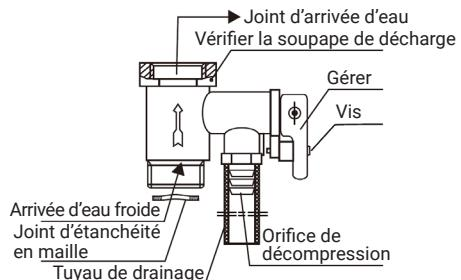

Figure 3
① La soupape de sécurité (originale de identification d'usine 0.8MPa) dans le les accessoires seront installés sur le joint de entrée d'eau (comme indiqué dans la figure 3), et la matière première. La ceinture doit être enroulée jusqu'à assurer l'étanchéité.
Le sens de la flèche doit être compatible avec le sens d'écoulement entrée d'eau du chauffe-eau électrique (comme indiqué sur la figure 3). le joint d'étanchéité du réseau sera installé à l'entrée de soupape de sécurité eau froide, et le tuyau de vidange sous pression.
- ② Le tuyau d'eau relié à l'électricité. Le chauffe-eau doit pouvoir résister à une pression de 0,8 MPa et à une température supérieure à 100 °C, et le joint doit être enveloppé d'un ruban d'étanchéité pour assurer l'étanchéité.
- ③ Lorsque de l'eau est utilisée, elle doit pouvoir s'écouler sans problème.
- ④ Dans des conditions normales d'utilisation, la poignée de la soupape de sécurité (Fig. 3) doit être ouverte régulièrement pour éliminer les dépôts de carbonate de calcium. La méthode est la suivante : tirez la poignée d'évacuation vers le haut en position horizontale (si la poignée est équipée de vis, veuillez retirer les vis avec un tournevis avant d'effectuer cette action) et confirmez si la soupape de sécurité est bloquée (en cas d'évacuation d'eau). S'il est bloqué, veuillez contacter le service de maintenance.